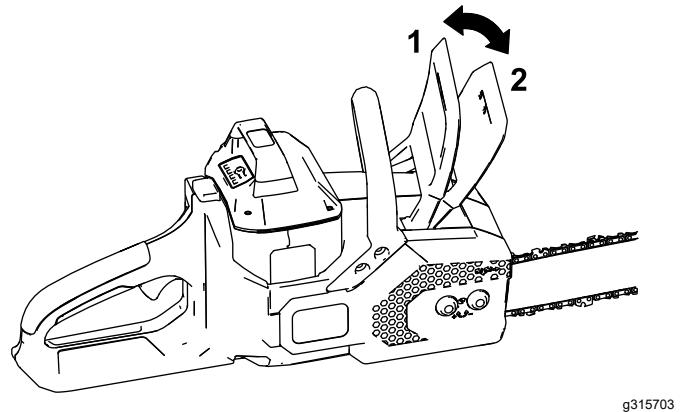

Figura 8
6. Assicuratevi che il freno catena sia nella posizione di FUNZIONAMENTO (Figura 8).
Quando la motosega non è in uso o la state trasportando verso o da un'area di lavoro, mettete il freno catena in posizione di ARRESTO (Figura 8) e rimuovete il pacco batteria.